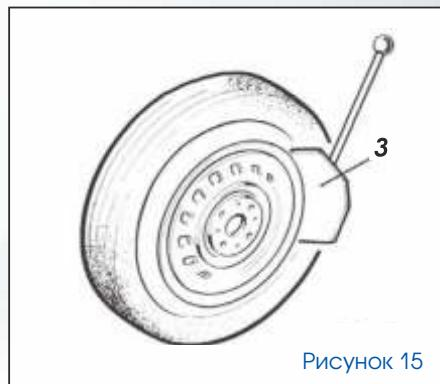

Рисунок 15
- Установите колесо на резиновый упор 2 (рисунок 15) боковины стендса.